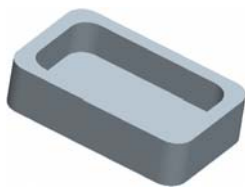

图 8.5.2 对参考特征倒圆角后
Step3. 对参考特征进行倒圆角。在模型树中选择^{图 8.5.2}参考1^{图 8.5.2}，单击^{图 8.5.2}模型功能选项卡^{图 8.5.2}工程^{图 8.5.2}区域中的^{图 8.5.2}倒圆角^{图 8.5.2}按钮，即可一次性对^{图 8.5.2}参考1^{图 8.5.2}中的八条边线同时进行倒圆角（图 8.5.2）。